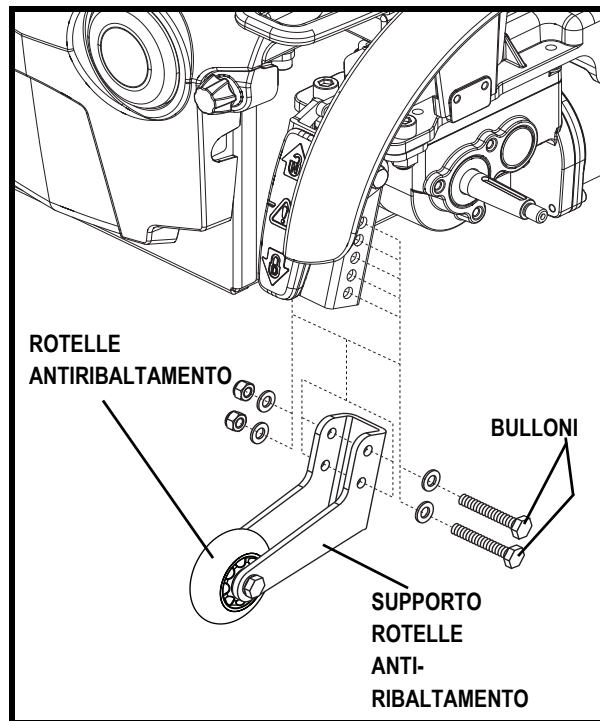

Figura 21. Gruppo rotelle antiribaltamento
1. Estrarre entrambe le viti dal supporto delle rotelle antiribaltamento. **Vedere figura 21.**
2. Sollevare o abbassare la rotella antiribaltamento in incrementi da 1,25 cm allineando i fori di regolazione adeguati. **Vedere figura 21.**